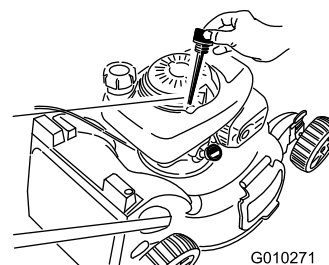

Figura 38
2. Togliete l'asta di livello (Figura 38).